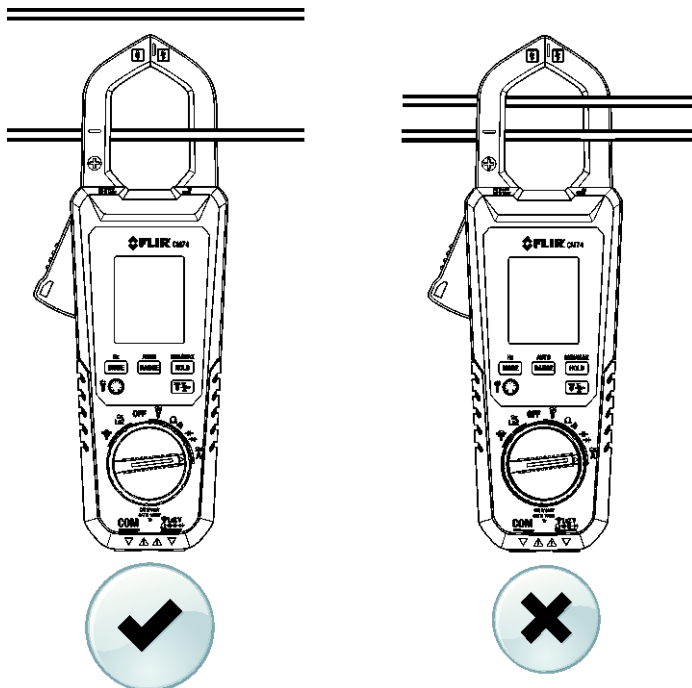

Figure 5.2 Configuration correcte et incorrecte
Lorsque vous mesurez un courant en utilisant les mâchoires de la pince, seul un conducteur doit être saisi par les mâchoires - reportez-vous à la figure 5.2.
5. Appuyez sur la gâchette pour ouvrir les mâchoires de la pince. Entourez l'intégralité du conducteur à mesurer - reportez-vous à la Figure 5.2. Pour des résultats optimaux, centrez le conducteur dans la mâchoire.